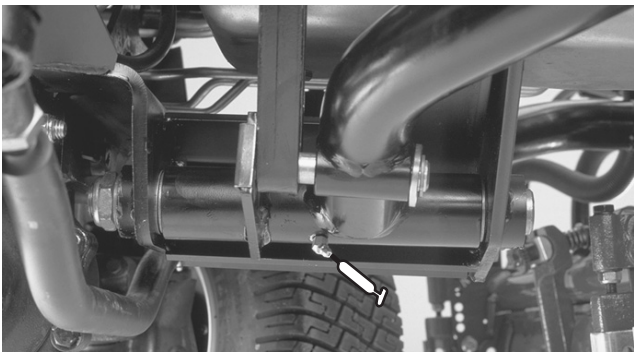

Figure 39
- Pivots de bras de levage arrière (2) (Fig. 39)